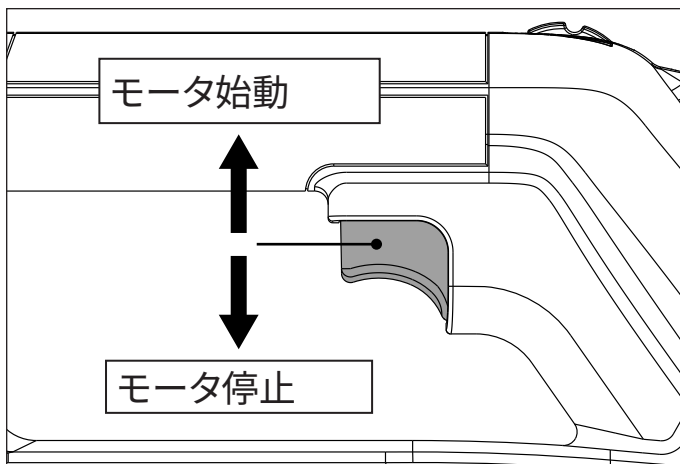
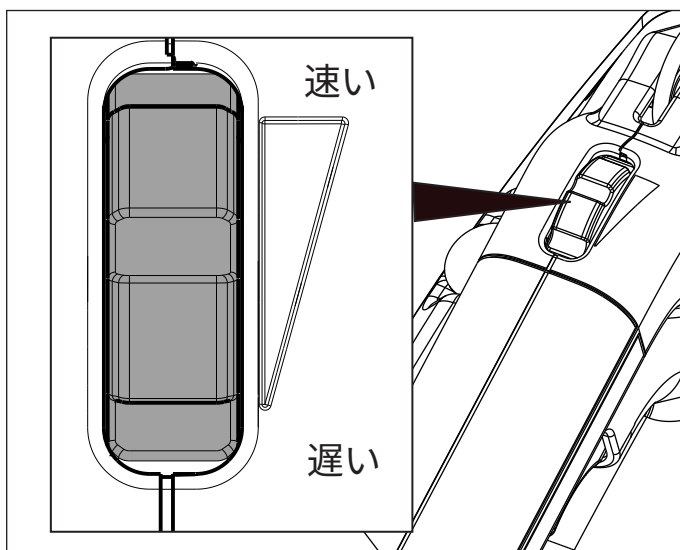

図9: トリガースイッチの操作
図10: モータ速度制御サムホイール
トリガースイッチを使用して、ポンプモータを制御します。図9を参照してください。
2. ポンプモータを始動するには、キャリングハンドルをしっかり握り、トリガースイッチを上方へ引き上げます。モータを高速で動かすには、サムホイールを前方に動かします。モータを低速で動かすには、サムホイールを後方に動かします。図9と図10を参照してください。
- ポンプのサムホイールを使用し、必要に応じてモータ速度を調整することができます。モータを高速で動かすには、サムホイールを前方に動かします。モータを低速で動かすには、サムホイールを後方に動かします。図10を参照してください。